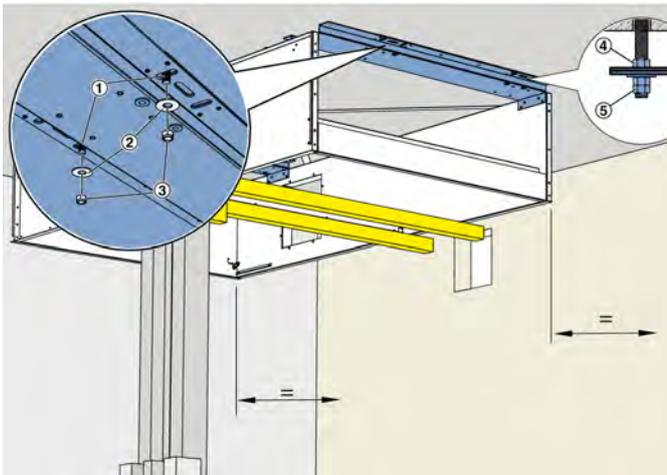

Abb. 30: Befestigungspunkte anzeichnen, bohren
Bohrlöcher ausblasen, Schwerlastanker montieren und Gewindestangen einschrauben und ggf. eine Mutter je Gewindestange als Anschlag (Abb. 30 /4) aufschrauben.
Zargenbauteil 1 mit dem Lift wieder an die Montageposition fahren und an den Gewindestangen (Abb. 30 /1) mit Karosseriescheiben (Abb. 30 /2) und Muttern (Abb. 30 /3) befestigen.
- 3. ▶ Gerätebauteil in Waage ausrichten und Muttern aller Deckenbefestigung nachziehen, Zargenbauteil hängt frei schwebend (keine Anpressung an die Decke), so das es später noch ausgerichtet werden kann. Muttern mit Kontermuttern (Abb. 30 /5) sichern.